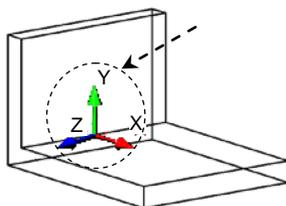
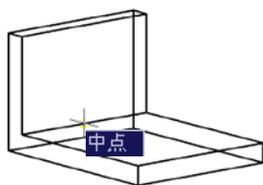

图 17.11.5 定位用户坐标系
图 17.11.6 捕捉中点
(1) 将用户坐标系定位至图 17.11.5 所示的中点位置。在命令行中输入命令 **UCS** 后按 **Enter** 键, 在命令行中输入字母 **N** 后按 **Enter** 键, 捕捉图 17.11.6 所示的中点并单击。